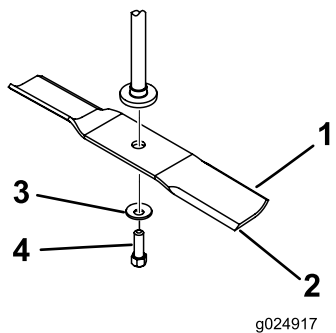

Figura 49
Sujete el extremo de la cuchilla usando un trapo o un guante grueso. Retire del eje el perno de la cuchilla, la arandela curva y la cuchilla (Figura 49).
- Instale la cuchilla en el eje (Figura 49).
- Instale la arandela curva (con la copa hacia la cuchilla) y el perno de la cuchilla (Figura 49).